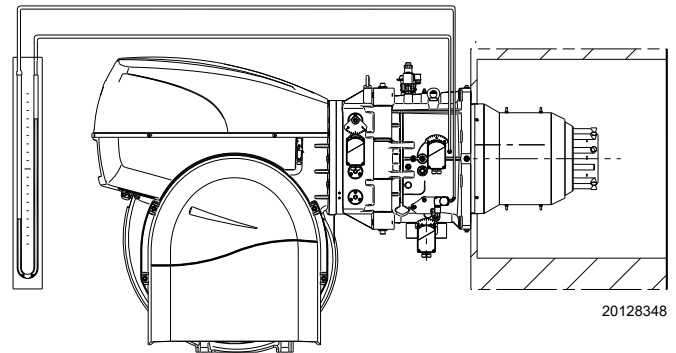

Fig. 26
- Montar un manómetro en U o un manómetro de tipo diferencial (Fig. 26), con toma (+) en la presión del gas del manguito y (-) en la cámara de combustión. Se utiliza para medir la potencia MAX aproximada del quemador.
La llegada de gas al manguito puede observarse en el manómetro en U (Fig. 26).